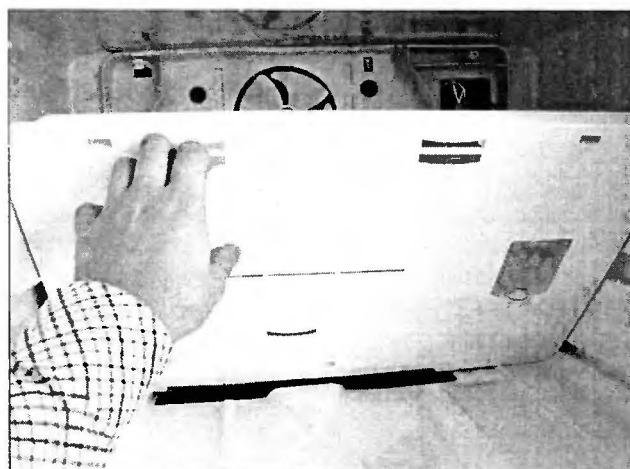

Рис. 8.7
- Аккуратно, чтобы не повредить нижнюю защелку, снимают защитную панель испарителя (рис. 8.7).